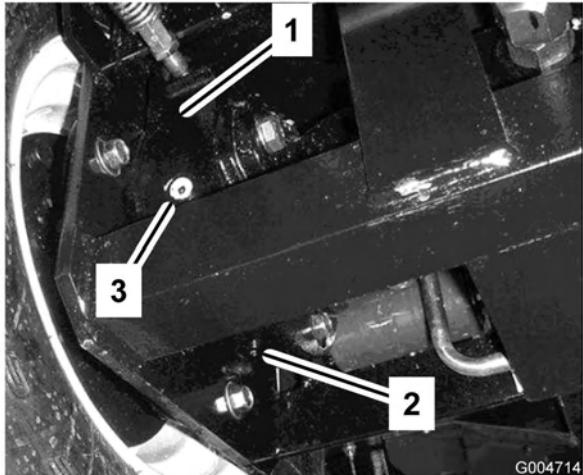

Figura 58
4. Collocate una bacinella sotto la scatola del freno, dall'altro lato della ruota (Figura 58).